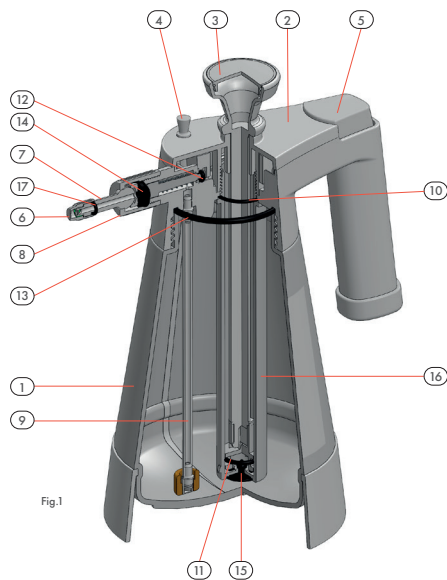

Fig.1
Il faut réaliser les activités énumérées ci-dessous avec le réservoir rempli d'eau jusqu'à la contenance nominale – cf. le tableau avec les données techniques. Il faut visser la tête (fig.1/pos.2) et réaliser plusieurs mouvements du piston (fig.1/pos.3) entraînant ainsi à l'ouverture automatique de la soupape de sécurité (fig.1/pos.4). Lorsque le fonctionnement de la soupape sera correct, la tige de soupape (fig.1/pos.4) va se lever vers le haut (la soupape s'ouvrira) et nous pourrions entendre le son de l'air sortant. **Il faut toujours vider la pression du réservoir avant de dévisser la tête!!!** Afin de vider la pression du réservoir (fig.1/pos.1), il faut tirer la tête de la soupape de sécurité (fig.1/pos.4) et la tenir en cette position pendant au moins 5 secondes, jusqu'au vidage complet de la pression. **Il est interdit de verrouiller et modifier la construction de la soupape de sécurité.**
Dévisser la tête (fig.1/pos.2) et verser la substance de pulvérisation préparée au préalable conformément aux recommandations du fabricant. Visser la tête (fig.1/pos.2). Transférer le pulvérisateur sur le lieu de travail. En effectuant le mouvement du piston (fig.1/pos.3), pomper (faire environ 20 mouvements complets) jusqu'à l'activation de la soupape de sécurité (fig.1/pos.4). Diriger l'écrou pulvérisant (fig.1/pos.6) sur le lieu à pulvériser et appuyer sur le levier de la soupape la tête (fig.1/pos.5). Il est possible de régler le flux du liquide au moyen de l'écrou pulvérisant. En vissant ou dévissant l'écrou, il est possible d'obtenir les différents degrés de pulvérisation – à partir d'un brouillard jusqu'au flux continu.
Vider la pression du réservoir (fig.1/pos.1) en tirant la tête de la soupape de sécurité (fig.1/pos.4). Dévisser la tête (fig.1/pos.2), du réservoir (fig.1/pos.1), verser de l'eau propre (environ 0,25 de contenance du réservoir), visser la tête (fig.1/pos.2) pour obtenir la fermeture hermétique et pomper le réservoir. Faire une pulvérisation d'essai pour rincer le système de l'appareil. Après l'achèvement du travail, vider la pression du réservoir (fig.1/pos.1) et dévisser la tête (fig.1/pos.2). Verser le résidu d'eau du réservoir. Le pulvérisateur doit être entreposé **SANS PRESSION** en température de +5°C à +35°C dans un endroit embrasé, éloigné des radiateurs et hors de portée des enfants. Il est recommandé de desserrer par le dévissage la tête sur le réservoir (fig.1/pos.2).
Absence ou le joint d'étanchéité o-ring endommagé Ø 28x2 du corps de la pompe (fig. 1/pos. 16).	Dévisser la tête (fig. 1/pos. 2) et le corps de la pompe (fig. 1/pos. 16). Vérifier le joint d'étanchéité sur le corps de la pompe (fig. 1/pos. 16). Si endommagé – remplacer.
Absence du joint d'étanchéité o-ring endommagé Ø 20x2,5 sur le piston (fig. 1/pos. 3).	Dévisser la tête (fig. 1/pos. 2) et le corps de la pompe (fig. 1/pos. 16). Vérifier le joint d'étanchéité sur le piston (fig. 1/pos. 3). Si endommagé – remplacer.
Absence du joint d'étanchéité champignon ou joint endommagé (fig. 1/pos. 15) sur le corps de la pompe (fig. 1/pos. 16).	Dévisser la tête (fig. 1/pos. 2) et le corps de la pompe (fig. 1/pos. 16). Vérifier le joint d'étanchéité champignon (fig. 1/pos. 15) sur le corps de la pompe. Si endommagé – remplacer.
Visser l'écrou (fig. 1/pos. 8) pour obtenir la fermeture hermétique.
Tuyau d'aspiration (fig. 1/pos. 9) déconnecté de la tête (fig. 1/pos. 2).	Dévisser la tête (fig. 1/pos. 2) et vérifier si le tuyau d'aspiration est bien fixé (fig. 1/pos. 9). Sinon – fixer correctement.